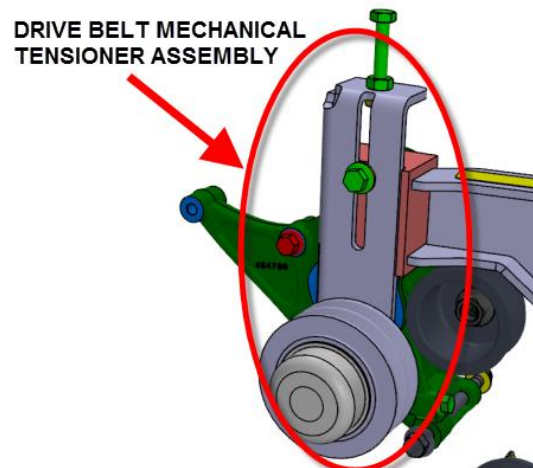

FIGURE 2
3. Enlevez le mécanisme du tendeur de courroie (drive belt mechanical tensioner assembly) (FIGURE 2).